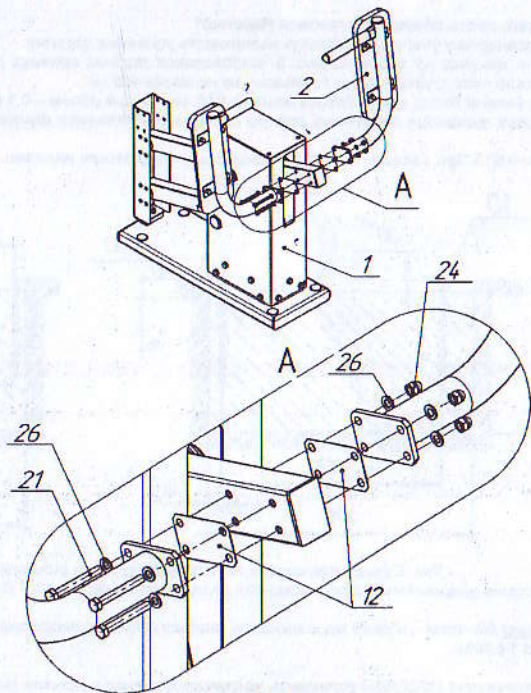

Рис. 5
12.3.8 Установить опору (поз.2) на стойку тренажера (рис.5), установить прокладки (поз. 12) и закрепить опору при помощи болтов, гаек и шайб (поз. 21, 24 и 26).